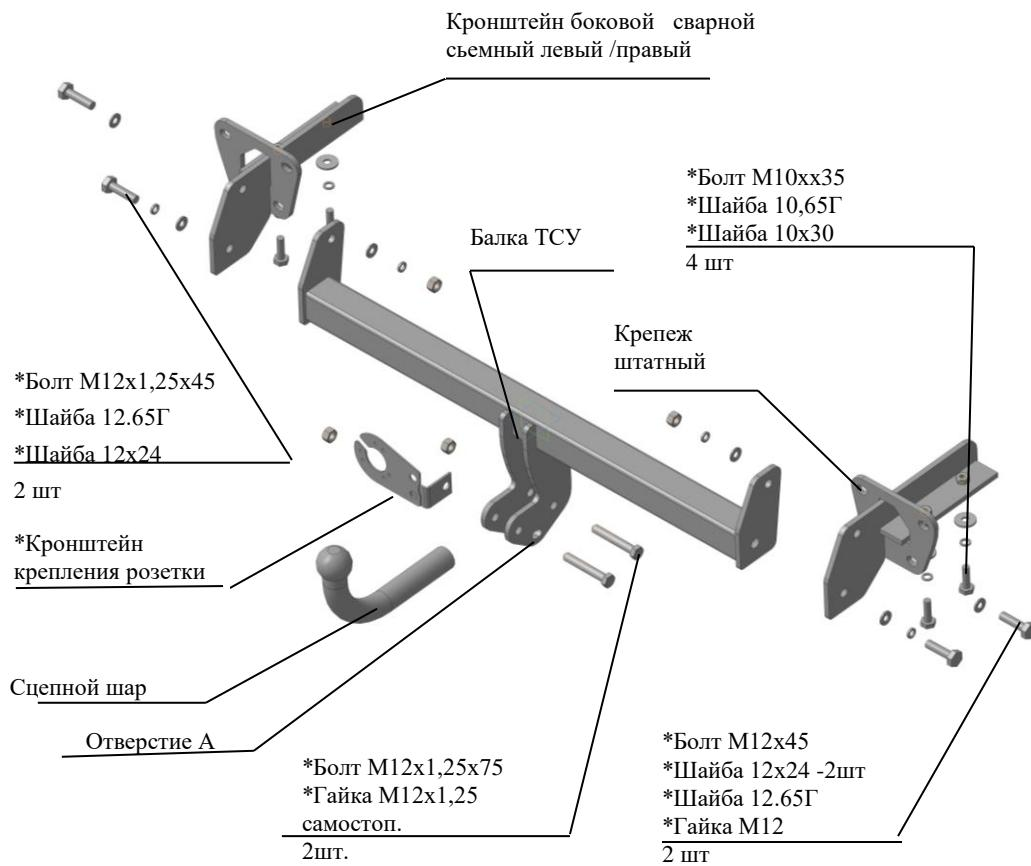

Рис.1 Тягово-сцепное устройство 8520 .
2.1 ТСУ 8520. в сборе (рис.1)	1 шт.
2.2 Пакет с комплектующими (см. рис.1)	1 шт.
4.2 Установить боковые сварные съемные кронштейны в лонжероны а/м (левый и правый соответственно рис.1), закрепить болтами M10x35, подложив под головки болтов шайбы 10.65Г и шайбы 10x30, а к фартуку а/м закрепить штатным крепежом (см.рис.1). Крепеж не затягивать.